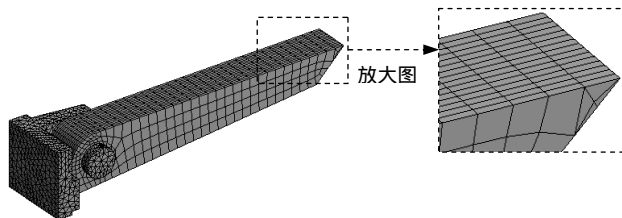

图 7.6.72 局部控制后的网格
- (1) 在“Outline”窗口中选中  **Mesh** 节点，在“Mesh”工具栏中选择  **Mesh Control**  **Contact Sizing** 命令，弹出“Details of ‘ Contact Sizing ’ - Contact Sizing”对话框。
- (2) 在 **Contact Region** 下拉列表中选择 **No Separation - peg To support** 选项，在 **Element Size** 文本框中输入数值 2.0。
- (3) 单击“Mesh”工具栏中的  **Update** 按钮，此时网格显示如图 7.6.72 所示。